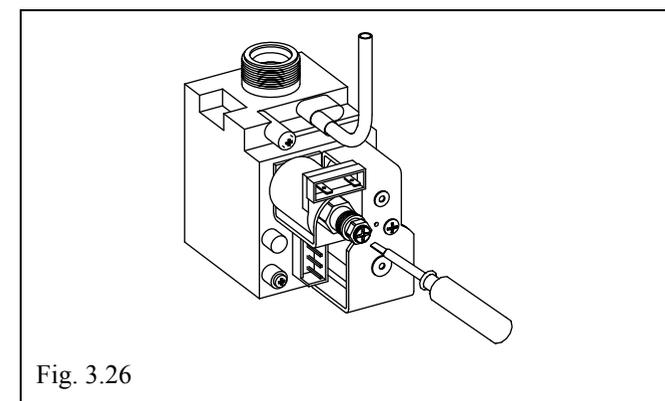

Fig. 3.26
- con cacciavite a croce, facendo attenzione a non premere l'alberino interno, agire sulla vite rossa di regolazione del minimo sanitario per ottenere il valore indicato in *APPENDICE A - PAG. 90 (FIG. 3.26)*;